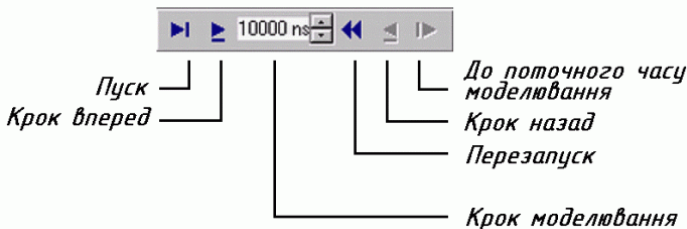

Рисунок 2.9 – Кнопки управління моделюванням
2.2.2.1 Для виконання моделювання в САПР Active-HDL використовуються п'ять кнопок, розташованих на панелі інструментів. Зверніть увагу на комбінований список поряд з кнопкою  **Run for**. Необхідно змінити заданий за умовчанням крок моделювання 100 ns на нове значення – 10000 ns (10 us). Для цього клацніть на комбінованому списку і надрукуйте нове значення (рис. 2.9).